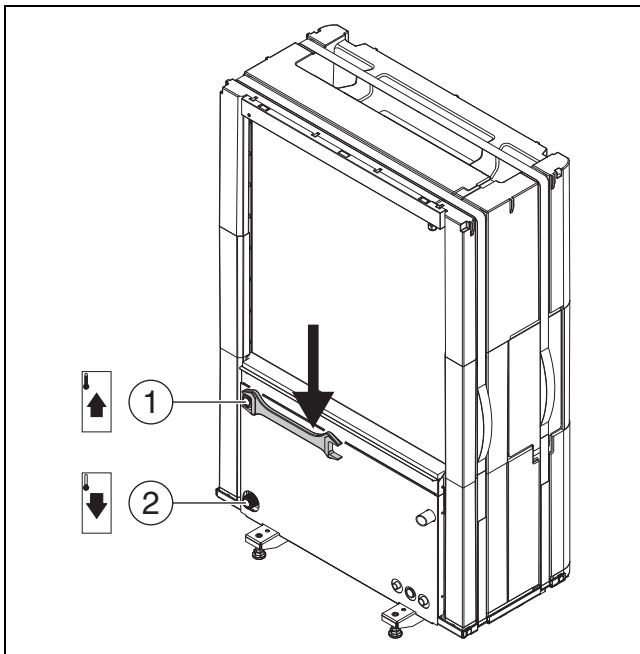

Fig. 15 Tilkoblinger av varmeoverføringsrørene, gjelder for alle størrelser
- ▶ Koble turlledning til den innvendige enheten fra varmebærerutgangen til varmepumpen (→ [1], fig. 15).
- ▶ Koble returledningen til den innvendige enheten til varmebærerinnegangen til varmepumpen (→ [2], fig. 15).
- ▶ Stram tilkoblingen til varmebærerørret med et tiltrekkingsmoment på 120 Nm. Rett kraft nedover (→ fig. 15), for å unngå skeiv belastning av kondensatoren.